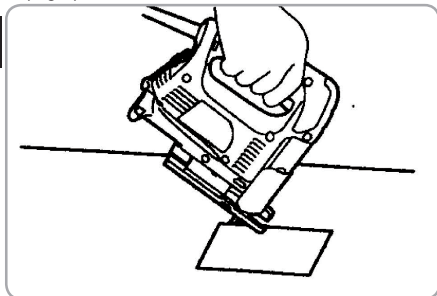

Fig.9
- 1. Înclinați mașina pe muchia din față a bazei cu lama poziționată chiar deasupra suprafeței piesei (Fig.9).